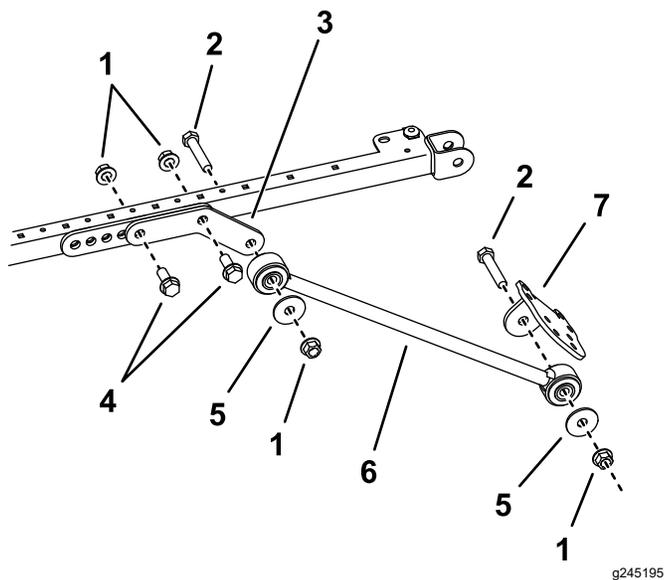

Figura 37
9. Su ciascun lato del telaio del parasole montate, senza serrare, una biella sul foro posteriore e centrale della staffa di montaggio con 2 bulloni (½" x 1½") e 2 dadi flangiati (½"), come illustrato nella Figura 37.
10. Collegate un supporto di ancoraggio sul lato esterno di ciascuna biella con un bullone (½" x 2½"), una rondella (½") e un dado flangiato (½"), come illustrato nella Figura 37.
11. Montate, senza serrarla, una staffa di ancoraggio su ciascun supporto di ancoraggio con un bullone (1/2" x 2 1/2"), una rondella (1/2") e un dado flangiato (1/2"), come illustrato nella Figura 37.